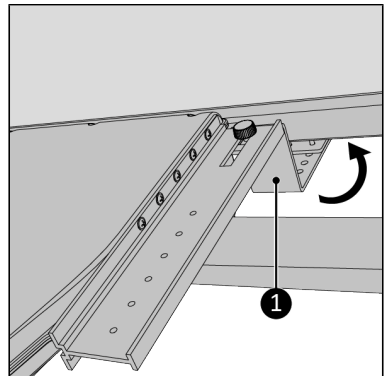

Abbildung 150.
- Hängen Sie die Halterung um den Fensterahmen (Abbildung 150, Pos. 1).